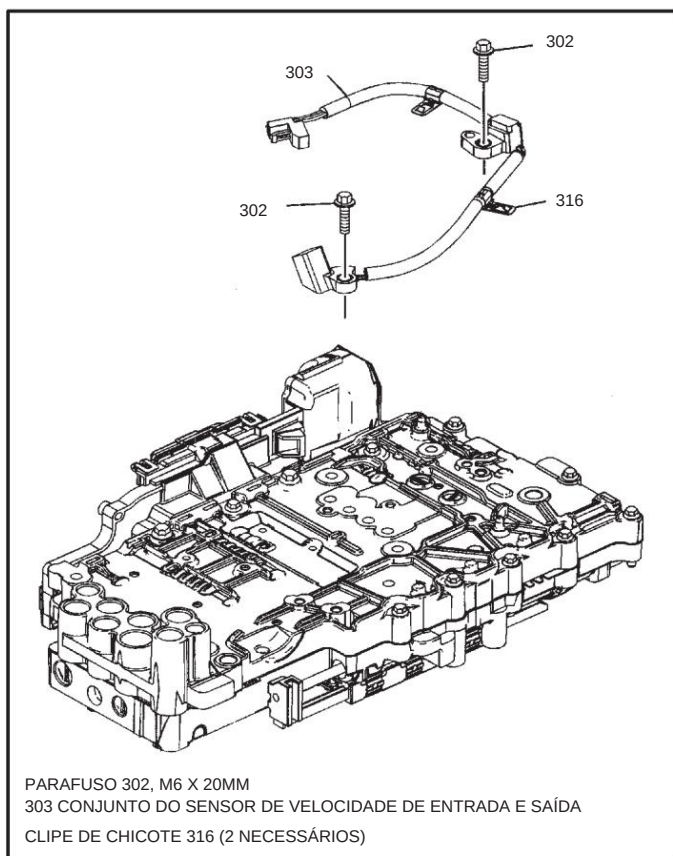

Figura 136
- DO COMPONENTE** 1. Remova o sensor de velocidade de entrada e saída montagem removendo os parafusos de retenção em cada sensor, conforme mostrado na Figura 136.